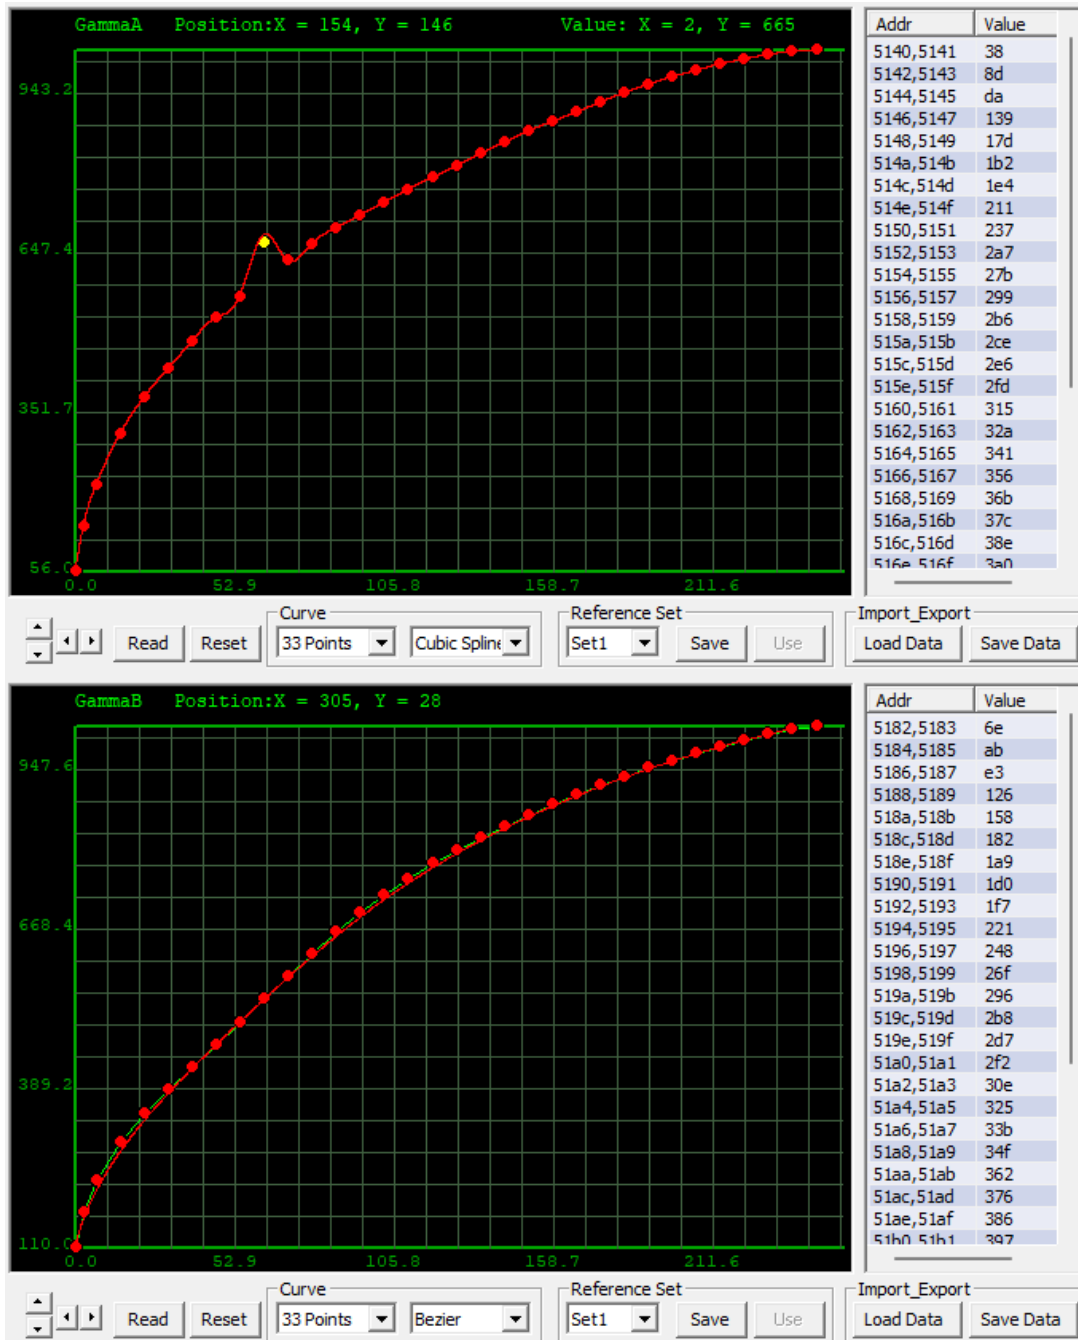

图 2-20 Gamma
- **Cubic Spline:** 三次样条插值具有“保凸”性, 每个点都会穿过, 只能保证各小段曲线在连接点的连续性, 无法保证整条曲线的平滑性, 如图 2-20 中的 GammaA。
- **Bezier:** 贝塞尔曲线可以保证整条曲线的平滑性, 缺点是不经过所有点, 如图 2-20 中的 GammaB。